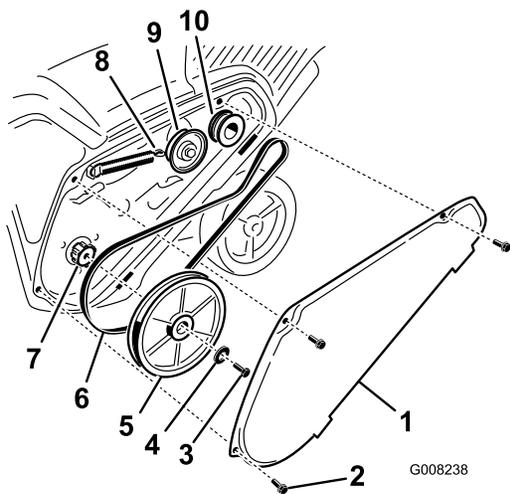

Figure 28
1. Déposez le couvercle de la courroie d'entraînement après avoir retiré les 3 boulons comme montré à la Figure 28.
- Décrochez le ressort de frein du bras de la poulie de tension pour détendre la courroie (Figure 28).
- Enlevez la vis et la rondelle bombée qui retiennent la poulie de rotor (Figure 28).
- Retirez la poulie de rotor et la courroie d'entraînement (Figure 28).
**Remarque:** Acheminez la courroie neuve autour de la poulie du moteur, puis de la poulie de tension, et enfin autour de la poulie de rotor desserrée, située juste au-dessus de l'arbre de rotor (Figure 28).
- Montez la poulie de rotor sur l'arbre de rotor (Figure 28).
- Montez la rondelle bombée et le boulon de fixation de la poulie de rotor, et serrez-les solidement (Figure 28).